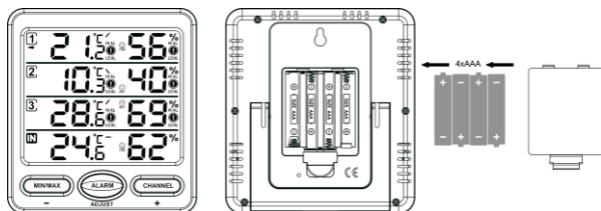

Abbildung 4
2. Entfernen Sie die Batteriefachabdeckung des Displays auf der Rückseite, wie in Abbildung 4. Legen Sie vier AAA Batterien (Alkali oder Lithium, keine aufladbaren) in die Rückseite der Display-Konsole.